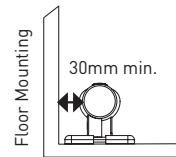

Fig.6
- Seguire le distanze minime riportate in [Fig.6] If per il funzionamento indipendente, fissare le staffe lungo la lunghezza per sostenere adeguatamente la stufetta e garantire la stabilità.